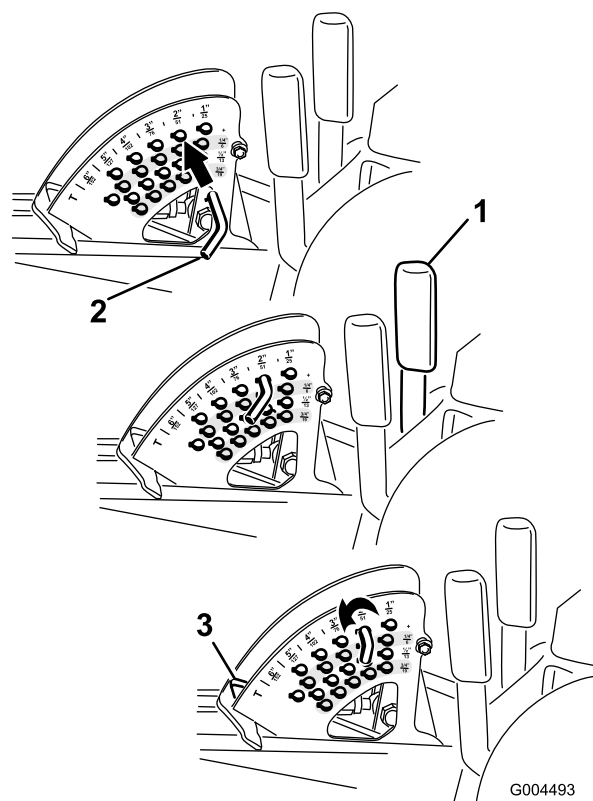

Figura 24
Nota: Para bloquear la plataforma del cortacésped en posición elevada, eleve la plataforma más allá de la posición de 15 cm, retire el pasador de tope de altura de corte (consulte Ajuste de la altura de corte), y ponga el pasador en la posición de altura de corte de 15 cm (Figura 24).
1. Con el motor en marcha, tire hacia atrás de la palanca de elevación de la plataforma hasta que la plataforma del cortacésped esté elevada del todo y **suelte la palanca inmediatamente** (Figura 24).
2. Para ajustar, gire el pasador de tope hasta que el pasador cilíndrico que contiene se alinee con las ranuras de los taladros del soporte de altura de corte, y retire el pasador (Figura 24).
3. Seleccione un taladro del soporte de altura de corte que corresponda a la altura de corte deseada, inserte el pasador y gírelo para bloquearlo en esa posición (Figura 24).
Nota: Hay cuatro filas de taladros (Figura 24). La fila superior corresponde a la altura de corte impresa encima del pasador. La segunda fila corresponde a la altura impresa más 6 mm. La tercera fila corresponde a la altura impresa más 12 mm. La fila inferior corresponde a la altura impresa más 18 mm. Para la posición de 15,8 cm hay un solo taladro, situado en la segunda fila. Esta posición no añade 6 mm a la altura de 15,8 cm.